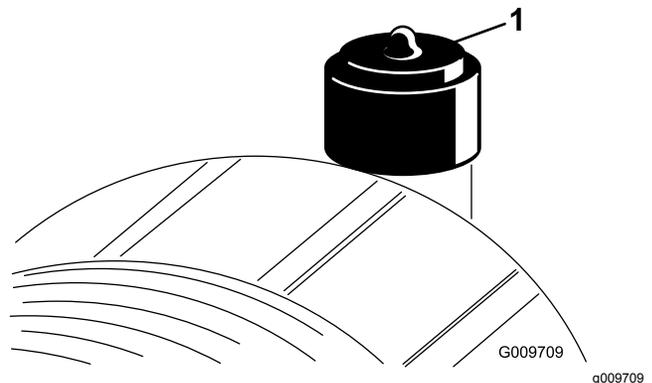

Figura 44
- Cambie el elemento del limpiador de aire si el indicador del limpiador de aire se ve rojo (Figura 44). No limpie demasiado el elemento del filtro de aire.